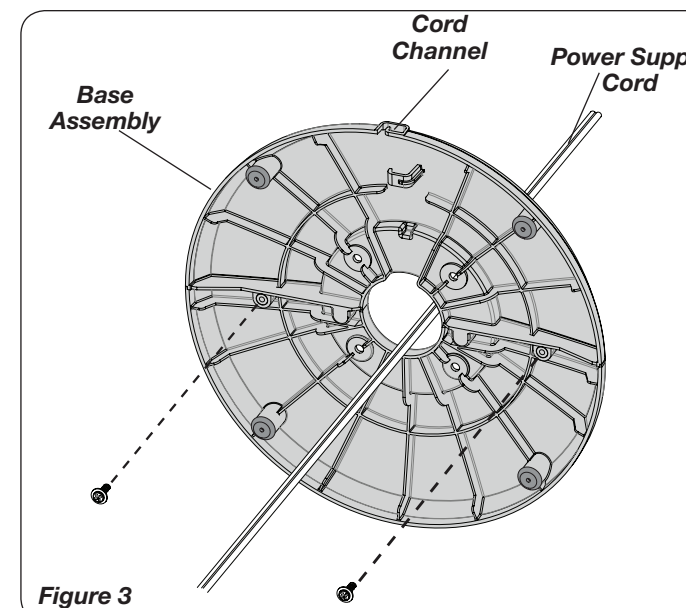

Figure 3
2. Secure the Base halves with (2) M4 X 13mm Screws. Thread the **Power Supply Cord** through the large hole in the **Base Assembly**. **NOTE:** The **Cord Channel** on the bottom of the Base should be towards the back of the Heater. (Figure 3)
**AUTOMATIC TEMPERATURE CONTROL Figure 3**
2. Fije las mitades de la base con (2) tornillos M4 X 13 mm. Pase el **Cable Eléctrico** por el gran orificio que se encuentra del **Conjunto de la Base**. **NOTA:** El **Canal Para Cable** en la parte inferior de la base debe estar hacia la parte posterior del Calentador. (Figure 3)